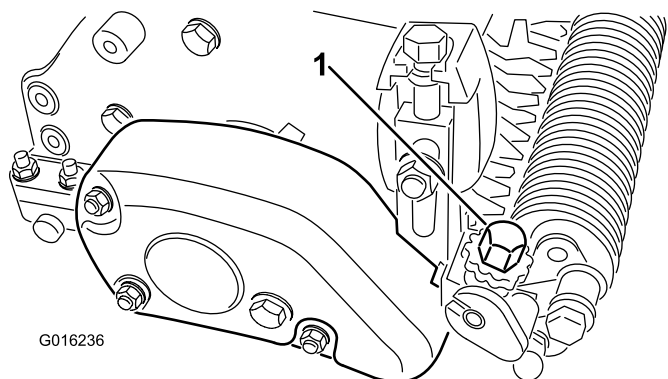

Bild 25
5. Messen Sie an einem Ende der Groomerwelle den Abstand von der niedrigsten Spitze des Groomermessers bis zur Arbeitsoberfläche. Drehen Sie das Handrad zur Höheneinstellung am Groomer (**Bild 25**), um die Messerspitze auf die gewünschte Höhe anzuheben oder abzusenken. Jede Kerbe am Einstellhandrad entspricht einer Groomertiefe von ca. 0,08 mm.